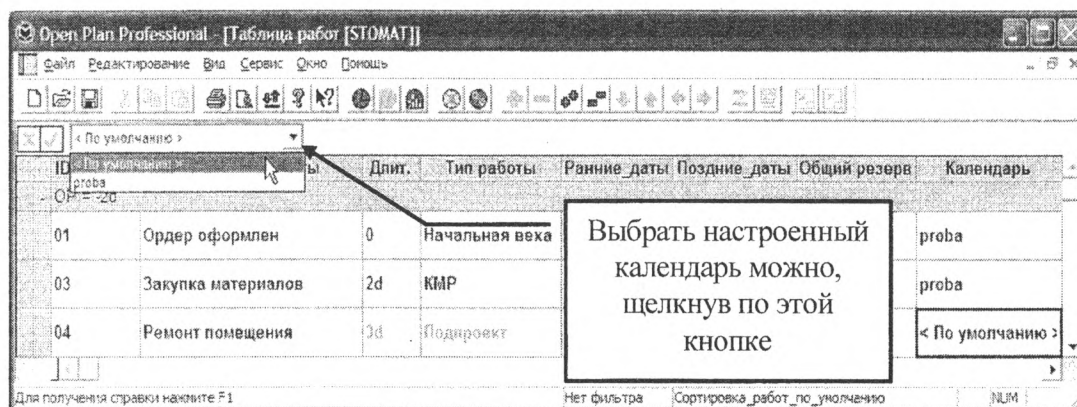

Рис. 24. Замена календаря
2. Выделяйте по очереди каждую ячейку колонки **Календарь** и из раскрывающегося списка выбирайте свой календарь (рис. 24).